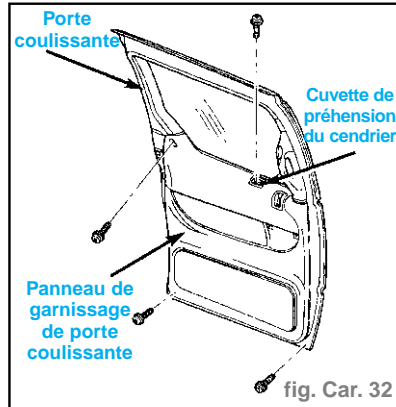

fig. Car. 32
- Déposer les vis de fixation du panneau de garnissage sur le panneau intérieur de porte (fig. Car. 32).